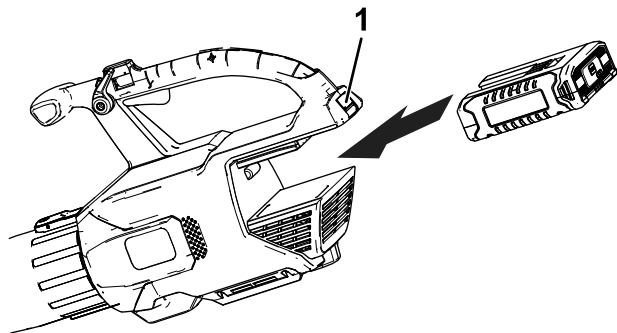

Figur 2
1. Skyv blåserøret på blåserhuset. Du må kanskje trykke ned tappet for blåserøret for å låse det på plass (Figur 2).